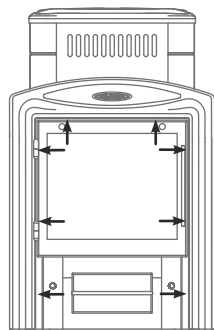

Рисунок 6 Места установки саморезов.
1. открутить саморезы 8 шт., которыми прикрепляется рамка с дверцей к топливному каналу, и снять ее; (см. рисунок 6)